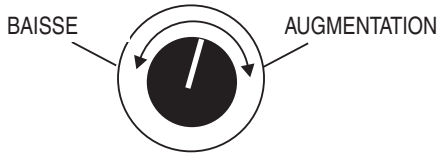

Figure 30. Bouton de commande de réglage de tension
5. Si la tension ne se situe pas dans la plage de tolérance spécifiée, utilisez le bouton de commande de réglage de tension (Figure 30) pour augmenter ou diminuer la tension souhaitée.